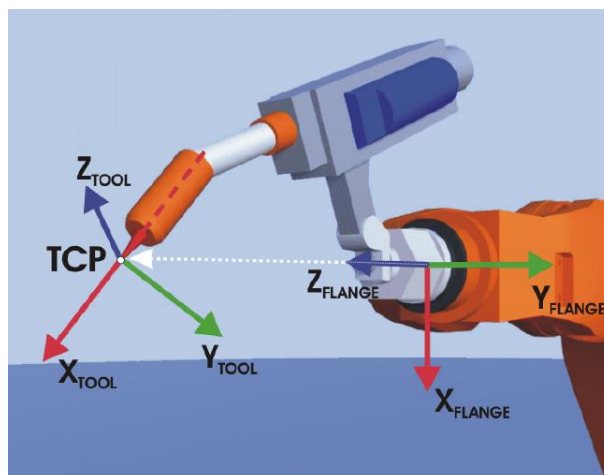

Figure 3 : repère de la flasque (*flange*) (R_7) et repère de l'outil (*tool*) (R_T) complexe.
B) Dans le cas d'outil complexe, il s'agit de déterminer le repère Outil dans son ensemble (sa position, mais également son orientation) par rapport au repère R_7 , voir la figure 3. Pour cela, en plus d'une méthode permettant de déterminer la position du repère Outil, les constructeurs de robots proposent une méthode, également basée sur la mesure de points, pour déterminer son orientation.